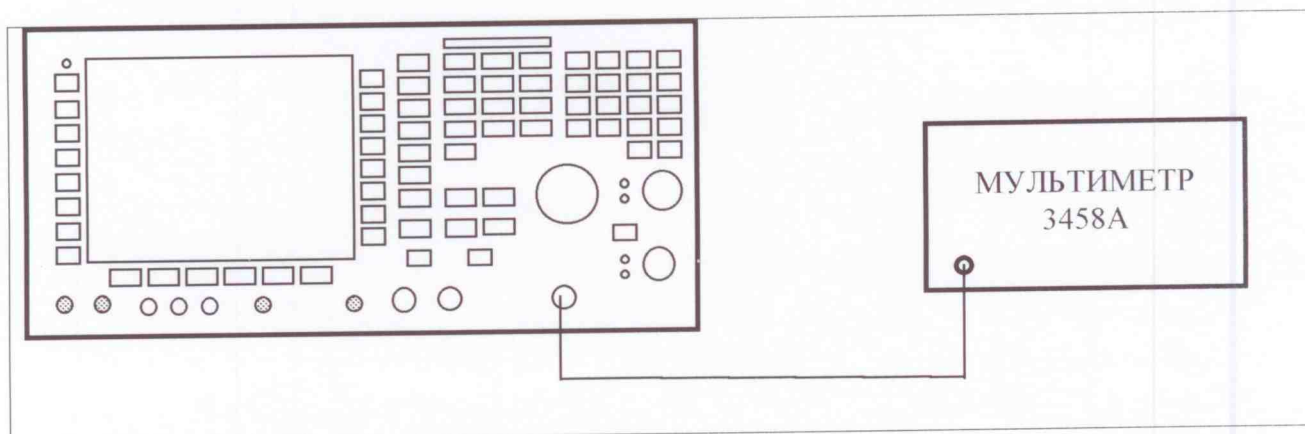

Рисунок 2. Определение погрешности установки амплитуды выходного сигнала.
7.3.2.1 Соединить мультиметр с поверяемым прибором с помощью 50-омного кабеля через 50-омную проходную нагрузку (Рисунок 2).
7.3.3.1 Соединить мультиметр с поверяемым прибором с помощью 50-омного кабеля через 50-омную проходную нагрузку (Рисунок 2).
7.3.4.1 Соединить мультиметр с поверяемым прибором с помощью 50-омного кабеля через 50-омную проходную нагрузку (Рисунок 2).